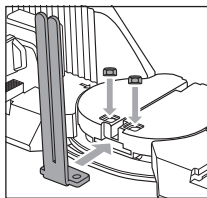

Fig. 2
- ◆ Spingere la prima asta di guida **7** nella sede e collocare in un primo momento un solo dado di sicurezza **10** con il lato piatto nell'incavo (vedere fig. 2).